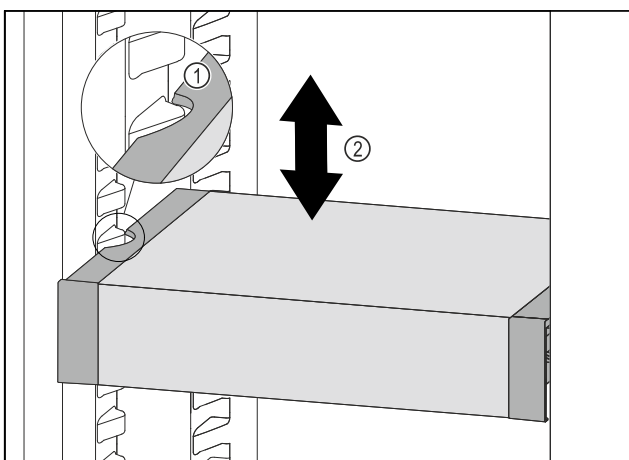

Fig. 88
- ▶ Потягнути VarioSafe вперед, поки бокові заглиблення VarioSafe не опиняться на рівні ребра для резервуара в охолоджувальному відділенні. Fig. 88 (1)
- ▶ Пересувайте VarioSafe вгору або вниз в охолоджувальному відділенні до тих пір, поки не досягнете бажаної висоти. Fig. 88 (2)